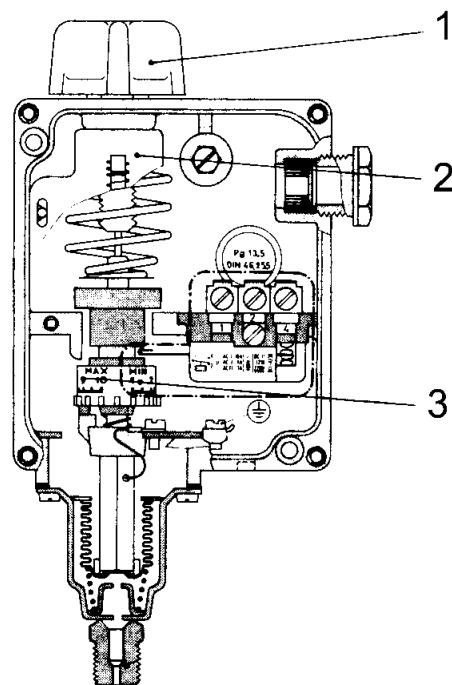

Fig. 10
- **Calibrarea presostatului (Fig. 10)**
- Rotiti manopola (1) pana cand indicatorul scari (2) este in dreptul valori de presine la care se doreste repornirea arzatorului;